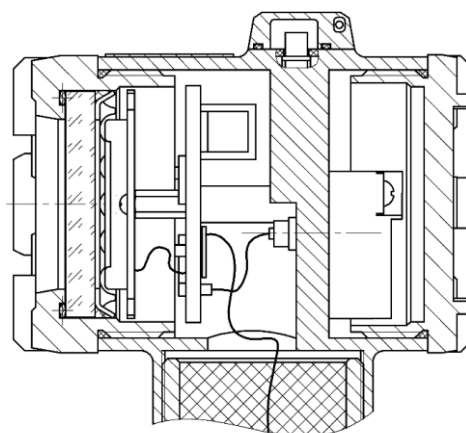

Рисунок 4 – Устройство двухсекционного корпуса
1.3.5 Корпус электронного преобразователя двухсекционный (рисунок 4). Внутреннее пространство корпуса датчика разделено на два герметичных отсека. Электронные компоненты не подвергаются воздействию окружающей среды при монтажных работах или разгерметизации кабельного ввода. В стандартном исполнении корпус выполнен из алюминиевого сплава АК12, наружная поверхность защищена полиэфирным покрытием, также доступно исполнение корпуса из нержавеющей стали 316L. Материал деталей корпуса – нержавеющая сталь AISI 316.